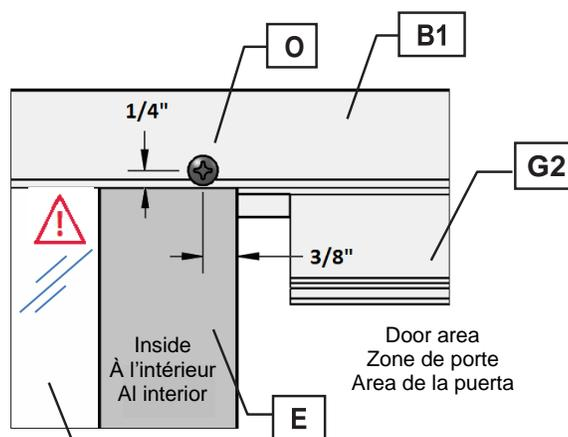

Fig 9b
2. Locate screw holes 1/4" from the edge of the **Inside Header (B1)** and the **Sill (A)**. Drill  $\varnothing 7/64$ " pilot holes through the back of the **Inside Header (B1)** and the **Sill (A)** into the **Inline Post (E)** at 3/8" from the strike side of the **Inline Post (E)**. (**Fig 9b**)
2. Localisez les trous de vis à 1/4 po du bord du **rail intérieur (B1)** et du **seuil (A)**. Percez des avant-trous  $\varnothing 7/64$ " à travers l'arrière du **rail intérieur (B1)** et du **seuil (A)** dans le **poteau en ligne (E)** à 3/8" du côté de la gâche du **poteau en ligne (E)**. (**Fig. 9b**)